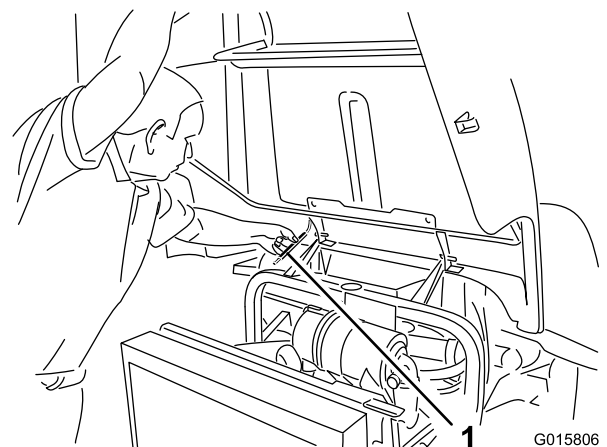

図 38
2. フレームチューブの下に支え棒が入る高さまでフードを持ち上げる 図 38。